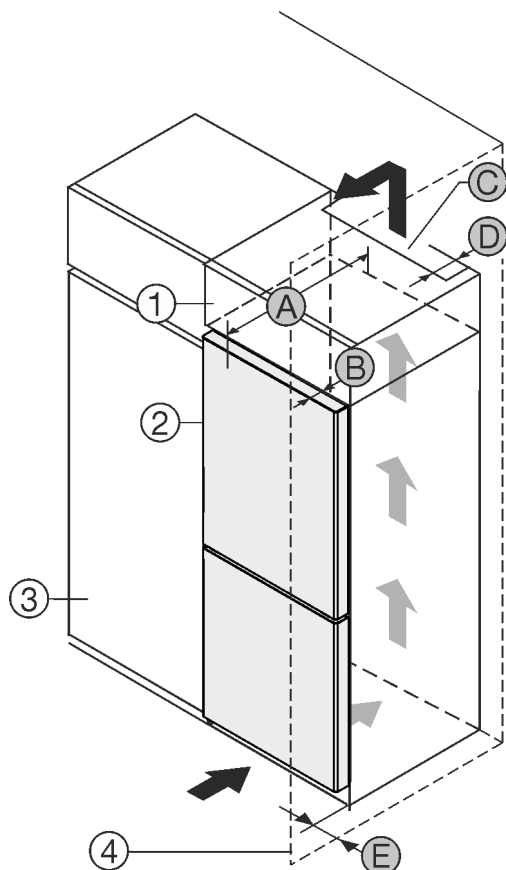

Fig. 1
- (1) Szafka nakładana *
- (2) Urządzenie *
- (3) Szafka kuchenna *
- (4) Ściana *
- (A) Głębokość urządzenia *
- (B) Głębokość drzwi *
- (C) Przekrój wentylacyjny *
- (D) Odstęp tylnej ściany urządzenia *
- (E) Odstęp od boku urządzenia *
Urządzenie można ustawić bezpośrednio obok szafki kuchennej Fig. 1 (3).*
Na tylnej ścianie szafki nasadzanej wymagany jest wywiewny kanał wentylacyjny o głębokości Fig. 1 (D) na całej szerokości szafki.*
Pod sufitem pomieszczenia należy zachować przekrój wentylacyjny Fig. 1 (C).*
Jeżeli urządzenie będzie ustawiane z zawiasami do ściany Fig. 1 (4), to pomiędzy urządzeniem i ścianą należy zachować minimalny odstęp, wynoszący 13 mm.*
Jeżeli urządzenie będzie ustawiane z zawiasami do ściany Fig. 1 (4), to pomiędzy urządzeniem i ścianą należy zachować minimalny odstęp, wynoszący 20 mm.*
By móc całkowicie otworzyć drzwi, urządzenie musi wystawać przynajmniej o głębokość drzwi Fig. 1 (B) za front szafki kuchennej. W zależności od głębokości szafek kuchennych Fig. 1 (3) oraz od zastosowania elementów dystansowych urządzenie może wystawać jeszcze bardziej.*